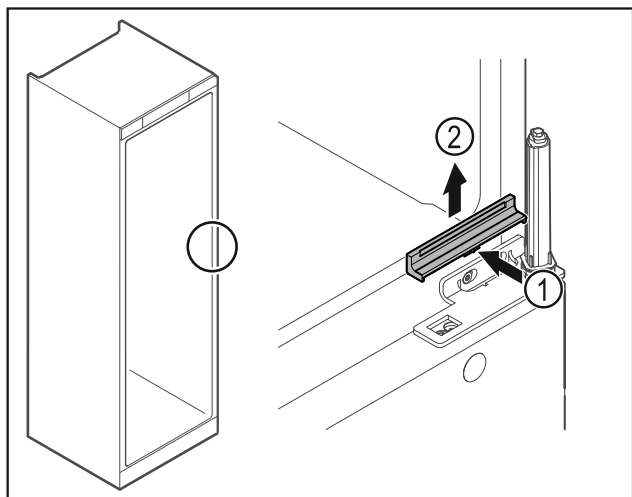

Fig. 30
- Afdekking Fig. 30 (1) in het midden iets indrukken en naar boven toe verwijderen Fig. 30 (2).